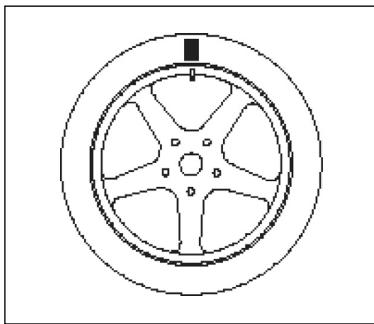

Figura F5.4 - Marcação no pneu do bocal
3) Ajuste o bocal do pneu para a posição das 12 horas e marque-o no pneu no bocal, conforme mostrado na Figura F5.4;
- 8) Gire o pneu até que todos os LEDs estejam acesos, em seguida, marque-os à posição de 12 horas, conforme mostrado na Figura F5.4;